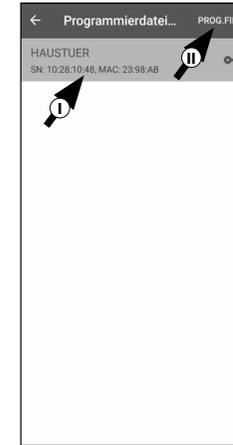

Abb. 97
- 6 Wählen Sie den Zylinder aus, für den Sie Änderungen eingerichtet haben (I) (Abb. 97).
- 7 Tippen Sie im Anschluss oben rechts auf „PROG.FILE“ (II) (Abb. 97).